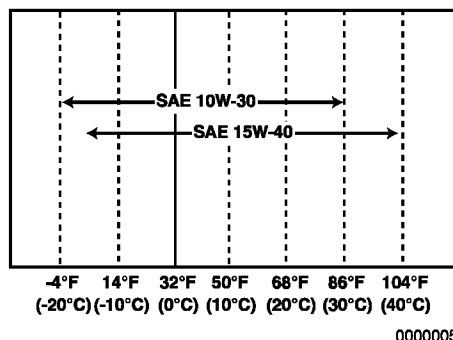

Abbildung 7
- Wählen Sie die Ölviskosität entsprechend der Umgebungstemperatur, bei der der Motor betrieben wird. Siehe das Diagramm der SAE-Viskositätsklassen (**Abbildung 7**).